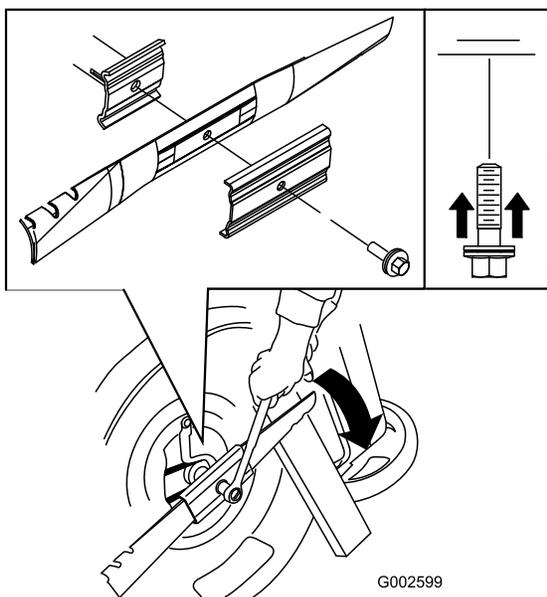

Figura 28
5. Instale a nova lâmina (rode o parafuso da lâmina no sentido dos ponteiros do relógio) e todo o equipamento de montagem (Figura 28).